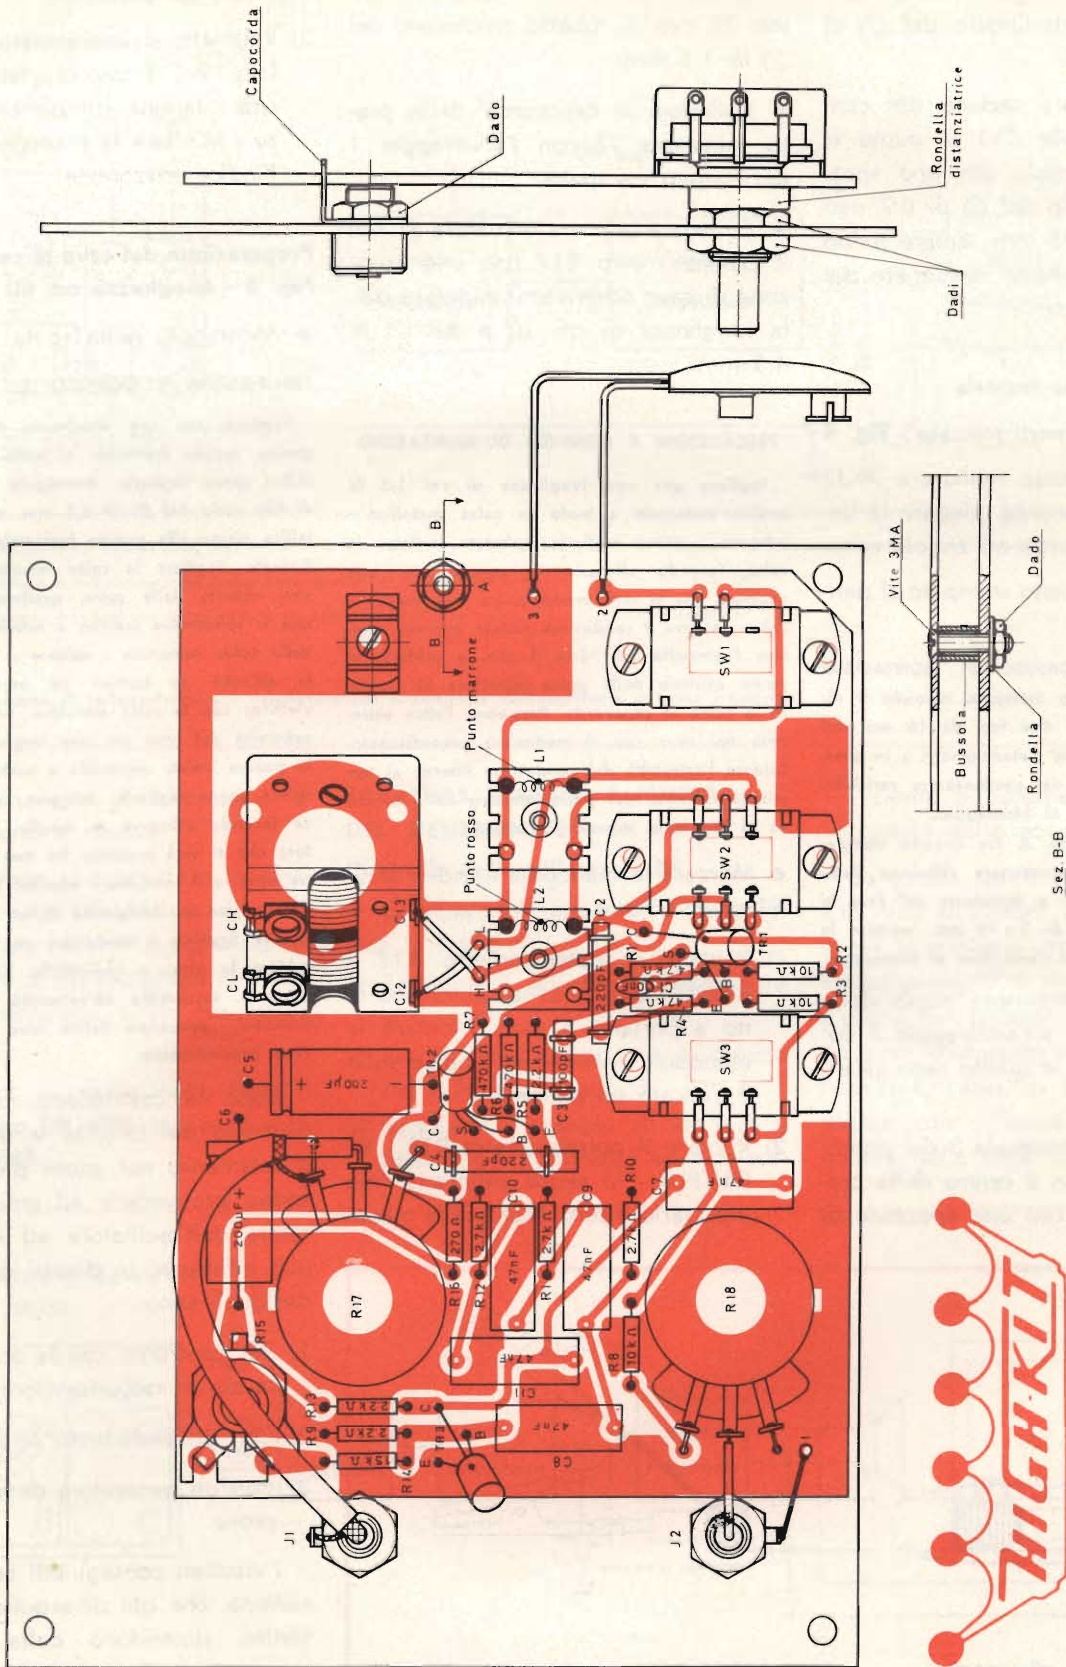

Fig. 4 - Assieme di montaggio dei componenti
I FASE - Montaggio dei componenti sul circuito stampato - Fig. 4
Per facilitare il montaggio la fig. 4 mette in evidenza dal lato bachelite la sistemazione di ogni componente.
- Montare il clips a molla - fig. 4 - orientandolo secondo il disegno e fissandolo con una vite da 3 x 6 mm, rondella e dado.
Montaggio delle parti staccate - Fig. 4